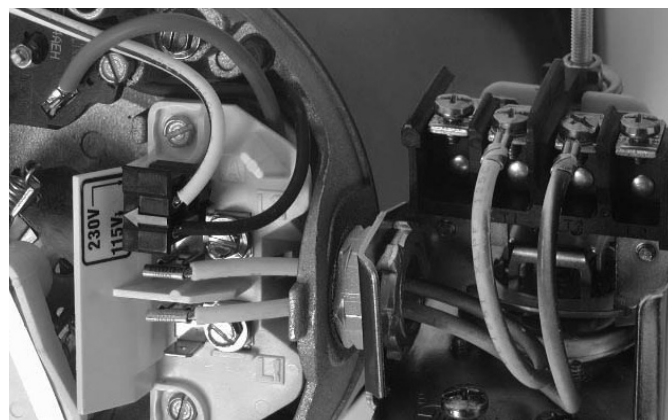

Figure 11 : Tension réglée à 115 volts, type de cadran
2. Tournez le cadran dans le sens inverse des aiguilles d'une montre jusqu'à ce que le chiffre 115 soit affiché sur la fenêtre du cadran, comme illustré à la figure 11.